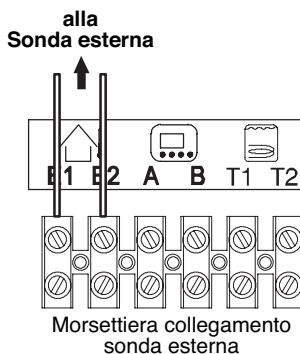

Figura 5.31
- Collegare ai morsetti (E1) e (E2) della morsetteria i due conduttori elettrici come indicato in Figura 5.31.